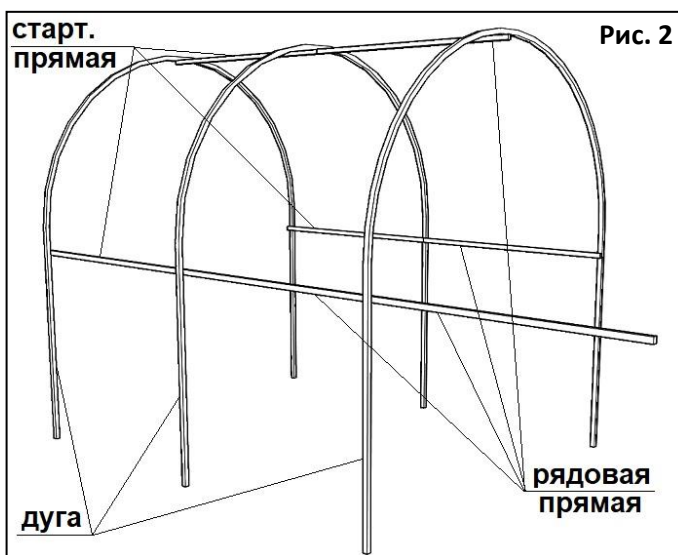

Рис. 2
2. Аналогично соберите остальные дуги и соедините их между собой рядовыми прямыми (рис. 2) до необходимой длины теплицы 3 или 4 м (рис. 3).